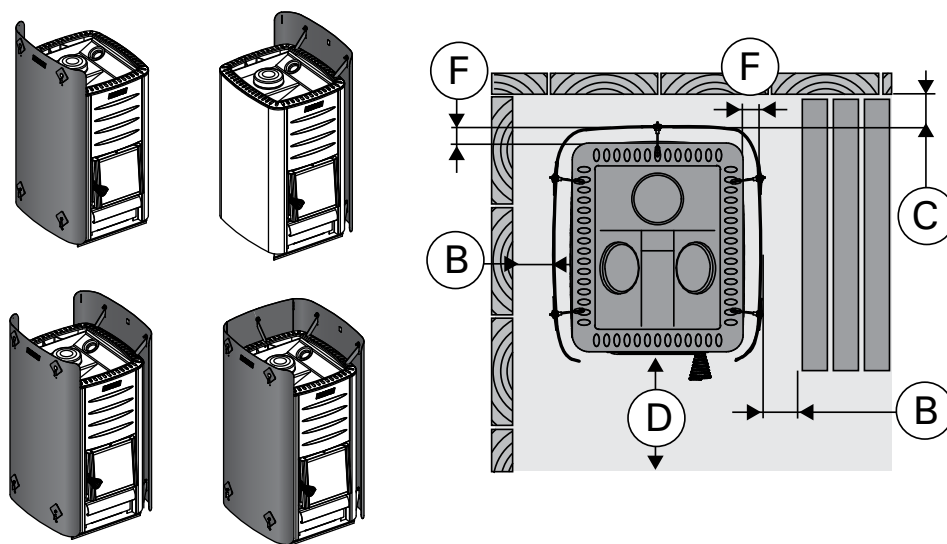

Rysunek 6. Ochrona podłogi (wymiarzy w milimetrach)
3.1.2. Ochrona podłogi Zob. rysunek 6.